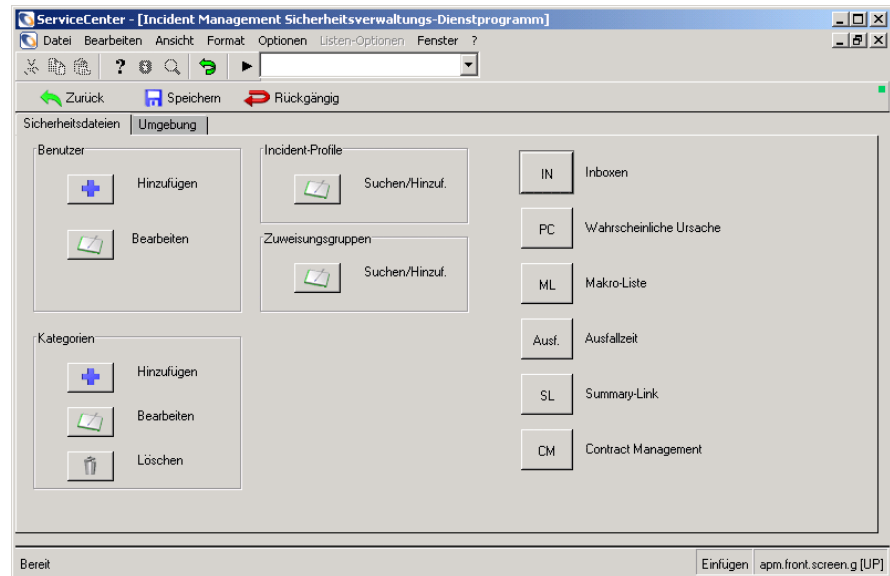

Abbildung 4-3: Incident Management Sicherheitsverwaltungs-Dienstprogramm: Register „Sicherheitsdateien“
- 1 Klicken Sie im ServiceCenter-Startmenü auf **Incident Management**. Klicken Sie im Menü **Incident Management** auf **Sicherheitsdateien**. Abbildung 4-3 auf Seite 75 zeigt das Sicherheitsverwaltungsformular.